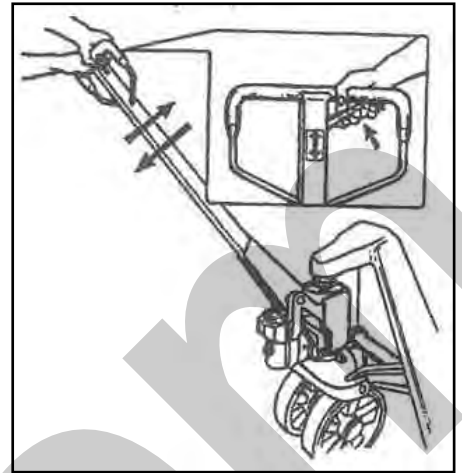

Figura 13 – Scarico aria
8. Fare circa 10 pompate, tenendo la leva di comando verso l'alto, per eliminare l'eventuale aria formatasi nella pompa (Figura 13).